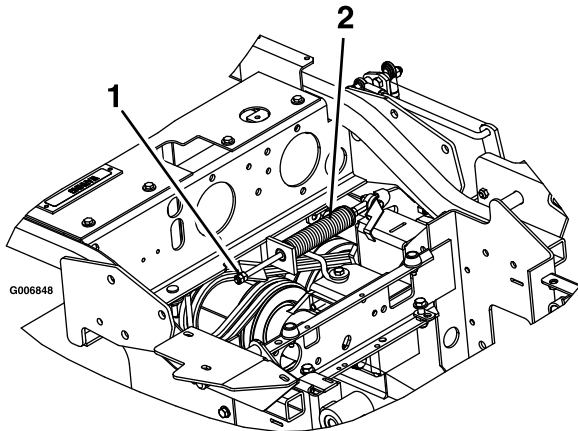

Figura 60
- Localice el muelle del freno y desenrosque las dos contratuercas hasta el extremo de la varilla del muelle del freno (Figura 60).